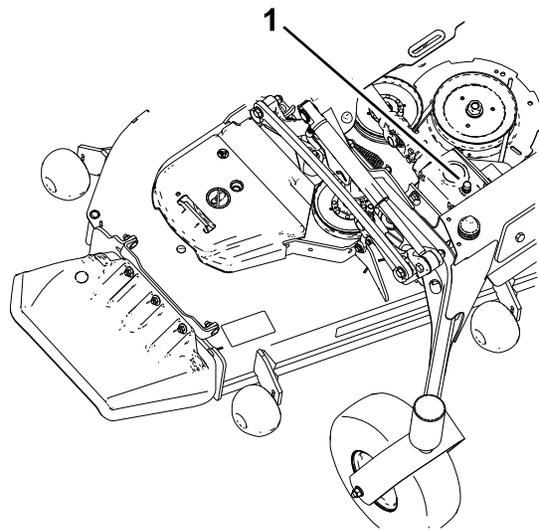

Figura 51
- Rimuovete l'asta di livello/tappo di riempimento dalla parte superiore della scatola ingranaggi e assicuratevi che il lubrificante sia compreso tra i segni sull'asta di livello.(Figura 51)